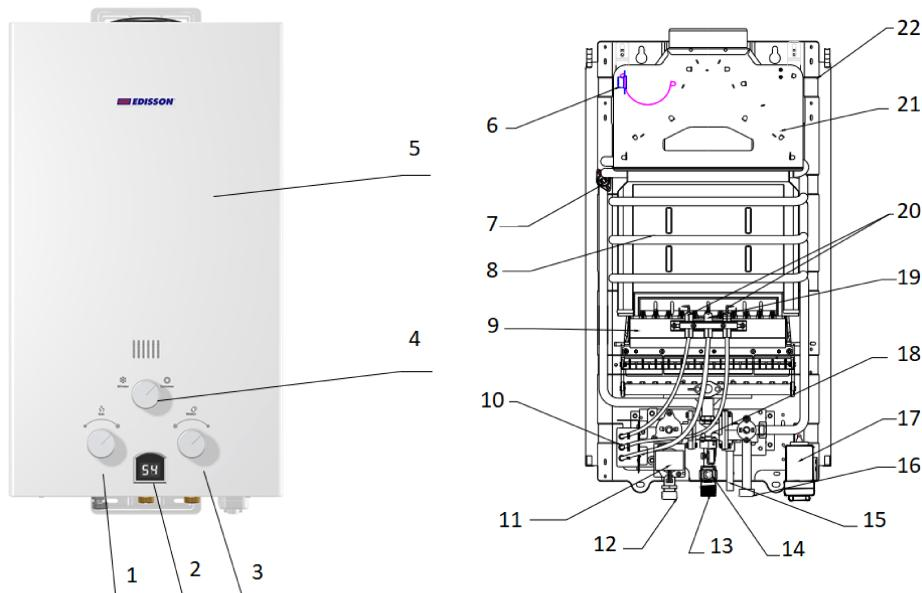

Рис.1.
ГПВН настенного типа имеет прямоугольную форму, образуемую съемной облицовкой, установленной на каркасе (см. Рис. 1).
Составные части изделия, поясняющие принцип устройства ГПВН и требующие технического обслуживания во время эксплуатации, показаны на Рис. 1.
2.5.4. Назначение основных узлов ГПВН, показанных на Рис. 1: